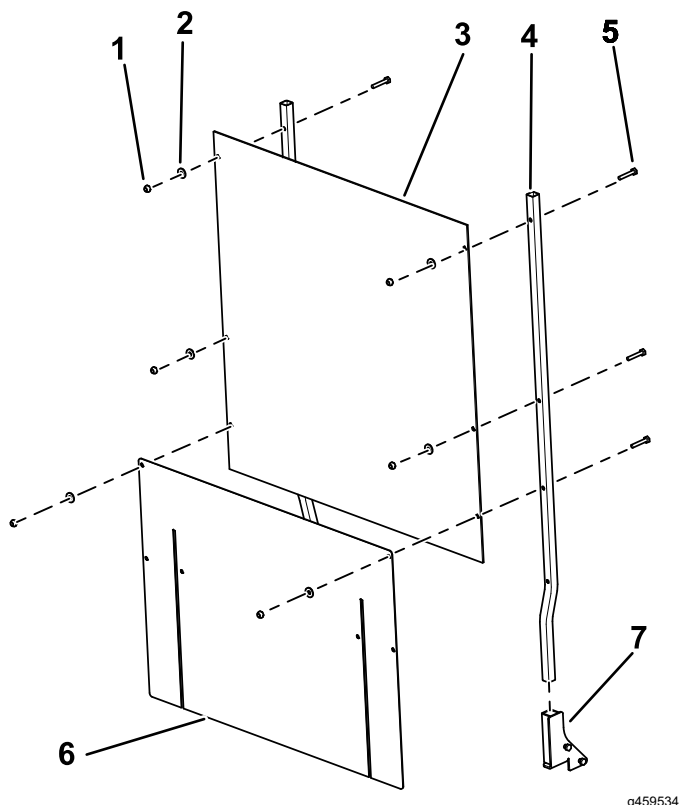

Figure 10
1. Insérez les montants de l'écran de protection à l'intérieur des supports sur le groupe de déplacement (Figure 8, Figure 9 ou Figure 10).
2. À l'aide de 8 boulons ($\frac{1}{4}$ " x $1\frac{1}{2}$ "), 8 rondelles et 8 contre-écrous ($\frac{1}{4}$ "), fixez l'écran de protection et la jupe flexible sur les montants, comme montré à la Figure 8, la Figure 9 ou la Figure 10.